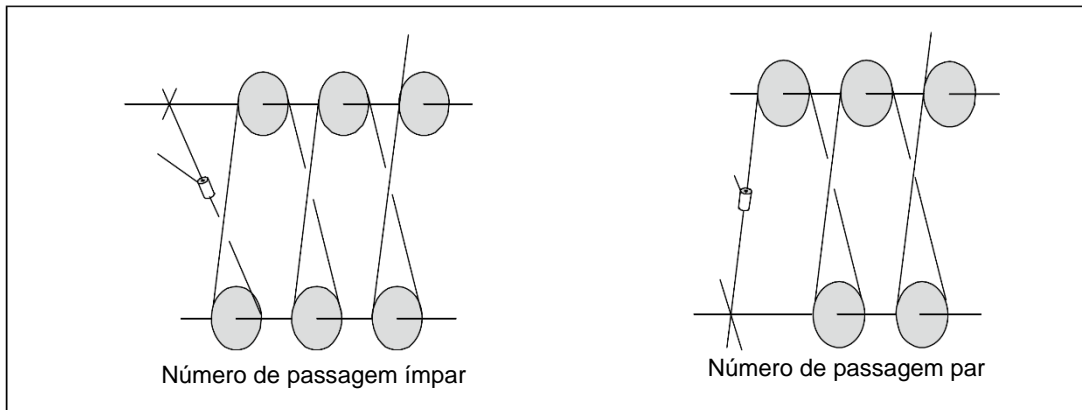

Figura 4-89 Localização do peso do interruptor de fim de curso de elevação
- (1) É necessário trocar o local do peso do interruptor de fim de curso de elevação, se tiver um número diferente de passagens de cabo de arame. Consulte a figura 4-89.